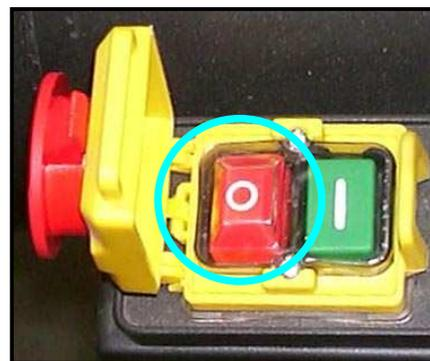

Figura 29 – Dettaglio interruttori.
Il pulsante rosso (O), serve per lo spegnimento (stop) dell'aspiratore per trucioli (Figura 29). Attraverso questo pulsante, viene tolta l'alimentazione al motore elettrico e viene così fermata la rotazione della ventola.
Per lo svuotamento del sacco (o dei sacchi, nel caso l'aspiratore per trucioli sia collegato a due macchine per la lavorazione del legno), fermate la macchina (o le macchine) per la lavorazione legno seguendo le relative istruzioni d'uso e poi l'aspiratore premendo il pulsante rosso (Figura 29) attendendo il completo arresto di tutte le macchine.